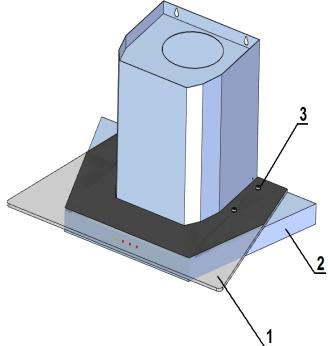
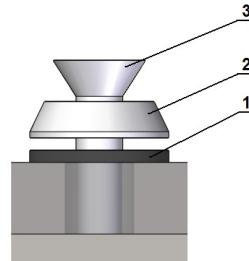

Рис.12
Рис.13
Перед установкой маскирующих труб осторожно наденьте стекло (1) сверху на корпус вытяжки (2) и прикрепите к корпусу с помощью винтов (3) M4x20 (рис. 12). При креплении на винт M4x20 (3) наденьте коническую шайбу (2), а затем резиновую прокладку (1) и закрепите стекло на корпусе вытяжки (рис. 13).